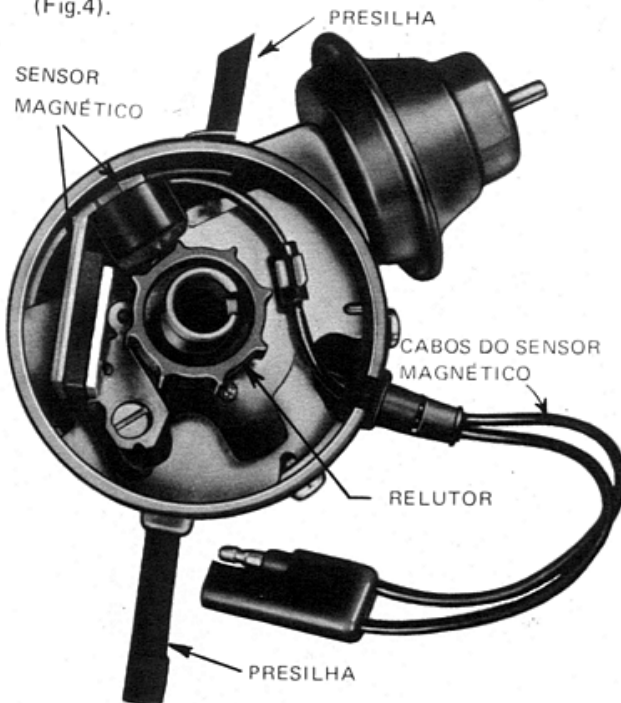

Fig. 4 Distribuidor da Ignição Eletrônica
A tensão obtida não deverá ser menor de 1 volt (relativo a voltagem da bateria) e se caso acontecer verificar o circuito da Fig.4 (linha grossa).
- O circuito de comando serve como sensor do tempo de ignição para o transistor da Unidade de Controle (Fig.4).